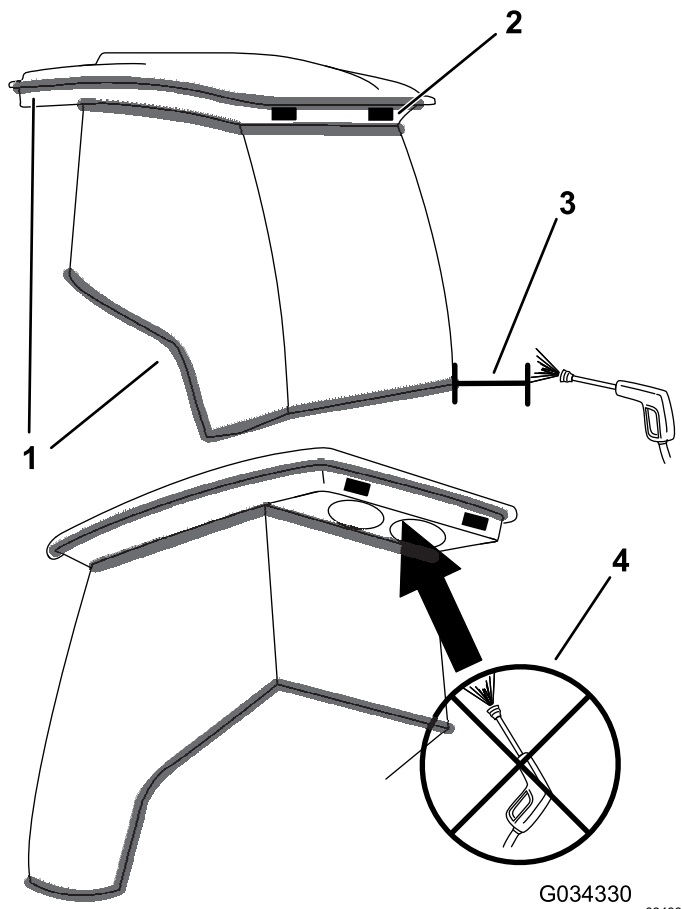

図 86
**重要** キャブシールの周辺に注意してください **図 86**。圧力洗浄機を使用する場合は、洗浄機のノズルをキャブから少なくとも 60cm 離して洗浄してください。キャブシールや後方のオーバーハング部にはジェットを直接当てないでください。